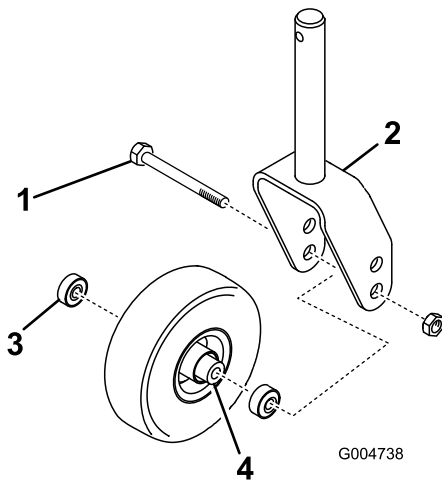

図 139
1. キャスタホイールアセンブリをキャストフォークまたはキャストピボットアーム 図 139に保持しているボルトからロックナットを外す。
2. キャスタホイールをしっかりと握り、ボルトをフォークまたはピボットアームから抜き取る 図 139。
3. ホイールのハブからベアリングを外して、ベアリングスペーサを床に落とす 図 139。
4. ホイールハブの反対側にあるベアリングを取る 図 139。